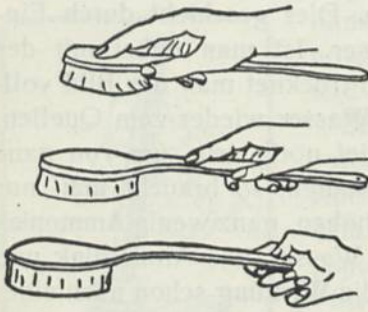

Abb. 219.
**Einfärben mit der Bürste.** Statt mit Pinsel kann man auch mit einer weichen Bürste einfärben. Traut-München liefert geeignete, großflächige **Bürsten** aus **Ziegenhaar** mit langem, gebogenen Holzstiel (Abb. 219). Die Bürste, ganz kurz gefaßt, wirkt normal wie ein Pinsel, d. h. sie gibt Farbe ab, am Stielende gehandhabt, wirkt sie wie ein Hopper, d. h. sie nimmt Farbe weg. Es ist erstaunlich, wie rasch man mit einer solchen Bürste gute Bromöldrucke erzielen kann.